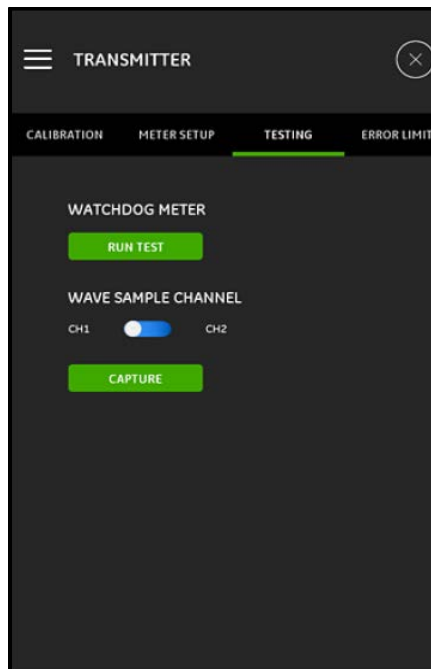

Figura 114: Menú PRUEBAS
El menú PRUEBAS (véase Figura 114 más abajo) se utiliza para asegurar que el PT900 funcione correctamente. Se incluyen las siguientes pruebas:
1. Pulse el botón PRUEBA DE EJECUCIÓN en el menú PRUEBAS (véase Figura 114 en la página 121).